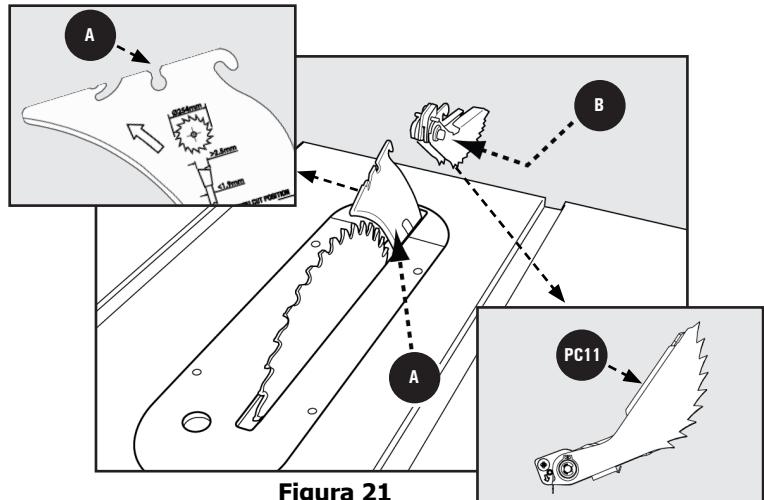

Figura 21
1. Consulte la Figura 21 y ubique la ranura de montaje de los trinquetes anti contragolpe **A** en medio del borde superior del separador.